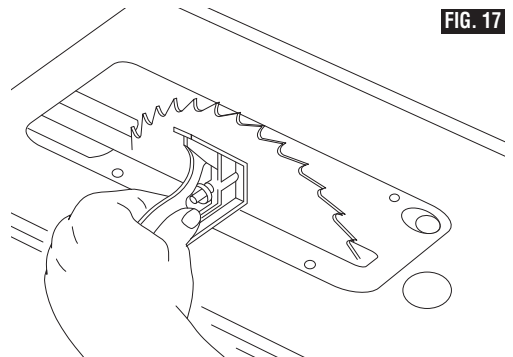

FIG. 17
3. Coloque una escuadra de combinación sobre la mesa con un extremo de la escuadra contra la hoja, de la manera que se muestra en la ilustración (Fig. 17), y compruebe si la hoja está a 90 grados respecto a la mesa. Si la hoja no está a 90 grados respecto a la mesa, afloje el mango de fijación de la inclinación de la hoja **1**, afloje el tornillo de ajuste de 90 grados **4**, afloje la leva del tope de bisel de 90 grados **5** y empuje la rueda de elevación hasta que la hoja esté a 90 grados respecto a la mesa.